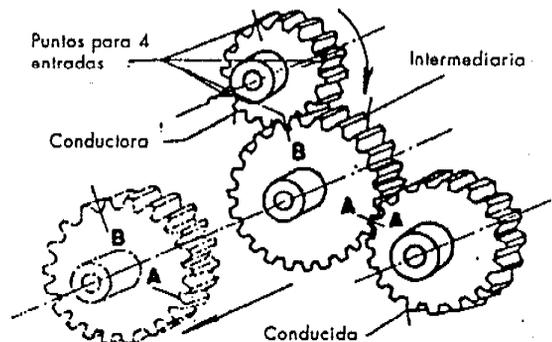

Figura 6
- a. Divida la rueda conductora por el número de entradas de la rosca y marque los puntos ( Figura 6 ).
- b. Marque referencias en las otras dos ruedas ( intermediaria y conducida, figura 6 ).
- c. Retire o separe la intermediaria ( Figura 6 ).